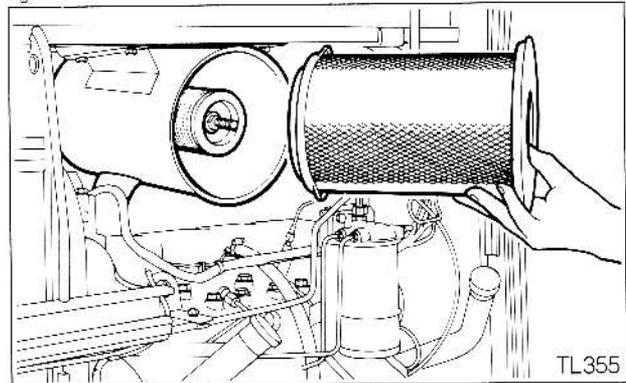

Fig 77
2. Fig. 77. Retirer la vis de fixation, puis extraire soigneusement l'élément principal.